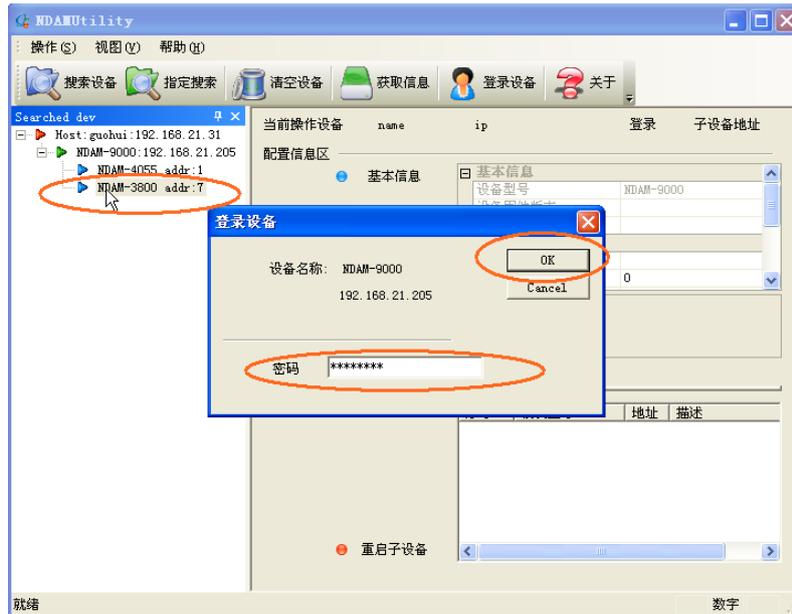

图 3.4 登陆设备
- ③ 单击界面上的“NDAM-3800 addr: 7”，输入当前通讯模块的登陆密码后点击 OK，登陆设备，如图 3.4 所示；